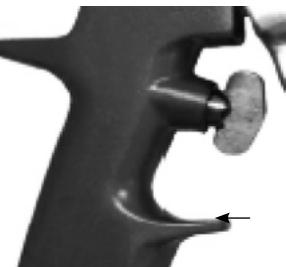

Рис. 4
- Установите предохранитель курска на пистолете во включенное положение. (Рис. 4)